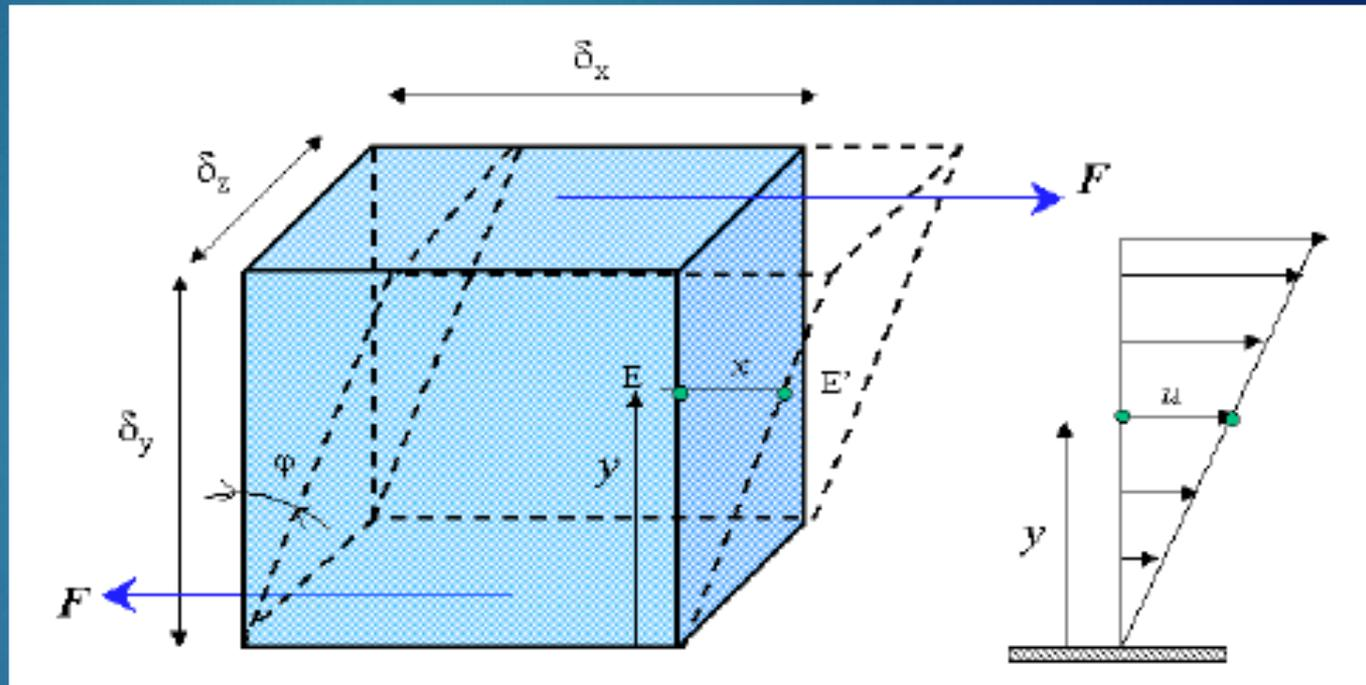

Figura 4
► Considere um elemento em 3 – D (Figura 4) submetido a ação de uma força de cisalhamento.